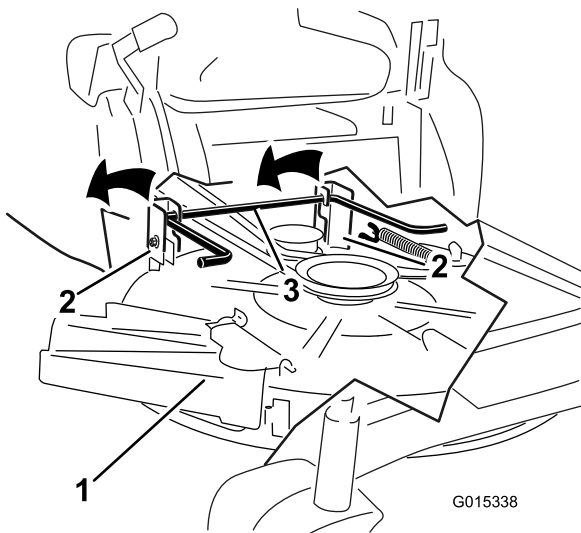

Figure 58
6. Soulevez et enlevez le tablier de coupe et les supports de la tige de levage arrière et abaissez la tondeuse au sol avec précaution (Figure 58).
5. Soulevez l'arrière du tablier de coupe et guidez les supports sur la tige de levage arrière (Figure 58).